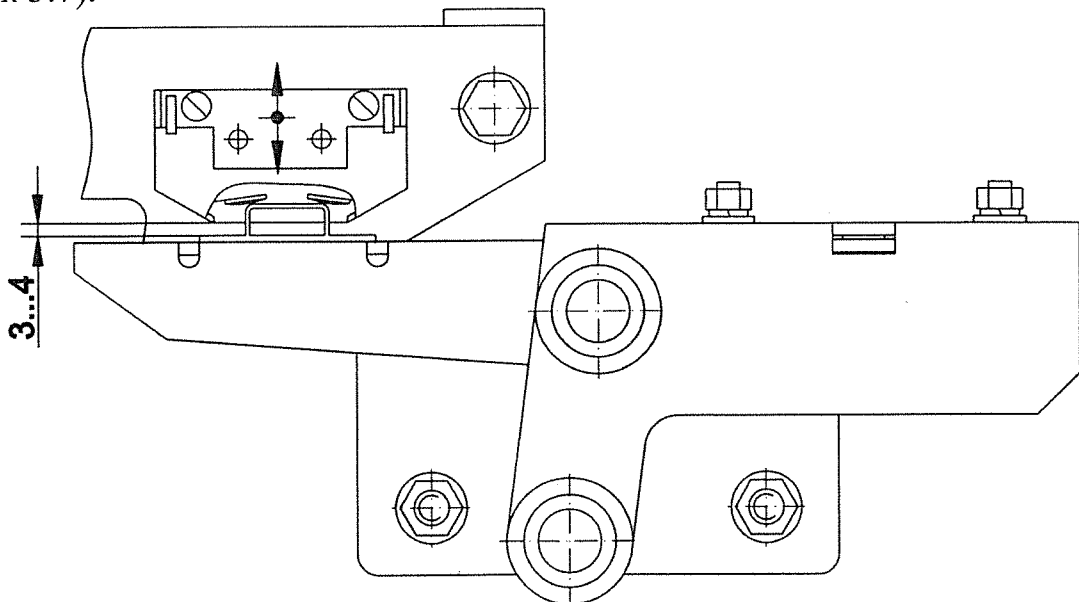

Рисунок 3.7 – Регулировка выключателя.
3) Ослабить винты крепежа выключателя и перемещением вверх/вниз выставить зазор от 3 до 4мм между корпусами контактной группы и замыкателя (шунта) выключателя, обеспечив надежное смыкание контактов. Винты зажать (рисунок 3.7).